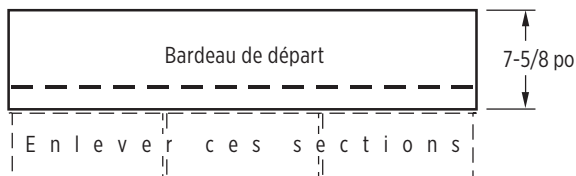

Figure 13-6 : Fabriquez des bardeaux de départ de 7-5/8 po de haut.
1. Utilisez les bardeaux de départ CertainTeed Swiftstart®, ou les bardeaux auto-scillants à trois languettes dont les parties inférieures ont été enlevées. Assurez-vous que les bardeaux de départ sont hauts d'au moins 75/8 po. (Figure 13-6).